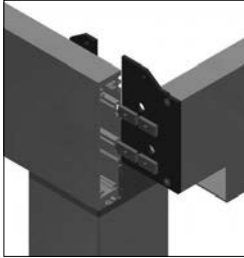
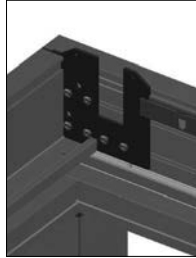

Abb. 70
Abb. 71
- » Stirnprofil für Motorseite (siehe Kapitel 2.5.3) in Längsprofil einschieben (Abbildung 70), bis ganz ans Lamellenträgerprofil, das hier gleichzeitig als Anschlag dient (Abbildung 71), Linsenkopfschrauben festdrehen